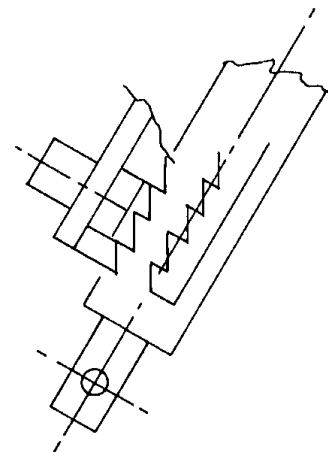

Fig. 25
Unter Bezugnahme auf die Abbildung 25:
Avec référence à la Fig.25:
- sollevare gli arpioni interponendo fra essi e i cilindri un distanziale tale da impedire l'inserimento dell'arpione stesso (vedi Fig.25);
- Lift the catches and place a spacer between catch and cylinder so the catch will not engage (see Fig.25).
- Die Klinken anheben und zwischen diese und die Zylinder ein solches Distanzstück einfügen, daß ein Einfügen der Klinken selbst verhindert wird (siehe Abb. 25);
- lever les rochets en interposant une entretoise entre ceux-ci et le vérin, de manière à empêcher l'insertion du rochet (voir Fig.25);
- Levantar los trinquetes interponiendo entre los mismos y los cilindros un distanciador en forma tal que no resulte posible la introducción del trinquete mismo (ver Fig.25).